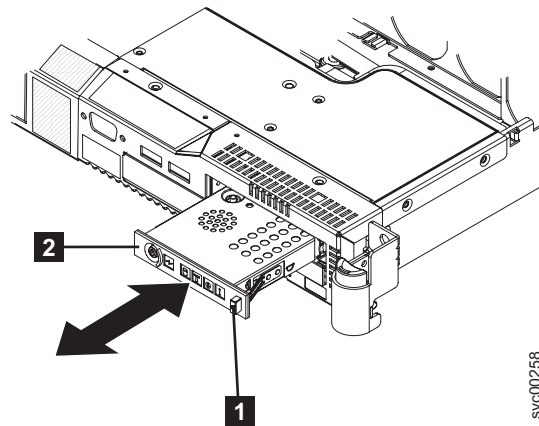

図 208. ライト・パス・アセンブリーの解放
9. ライト・パス・アセンブリ **2** を解放します。これを行うには、フロントの解放ボタン（629 ページの図 208 の **1**）を使用して、所定の位置でロックす